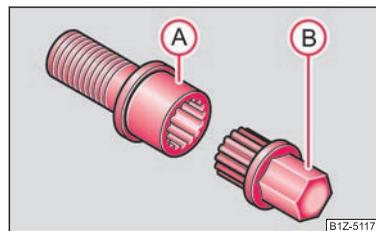

Fig. 180 Boulon antivol avec adaptateur
- Insérez à fond l'adaptateur **B** avec son côté denté de sorte que la denture intérieure du boulon antivol **A** puisse encore dépasser à l'extérieur du six-pan ⇒ page 228, fig. 180.